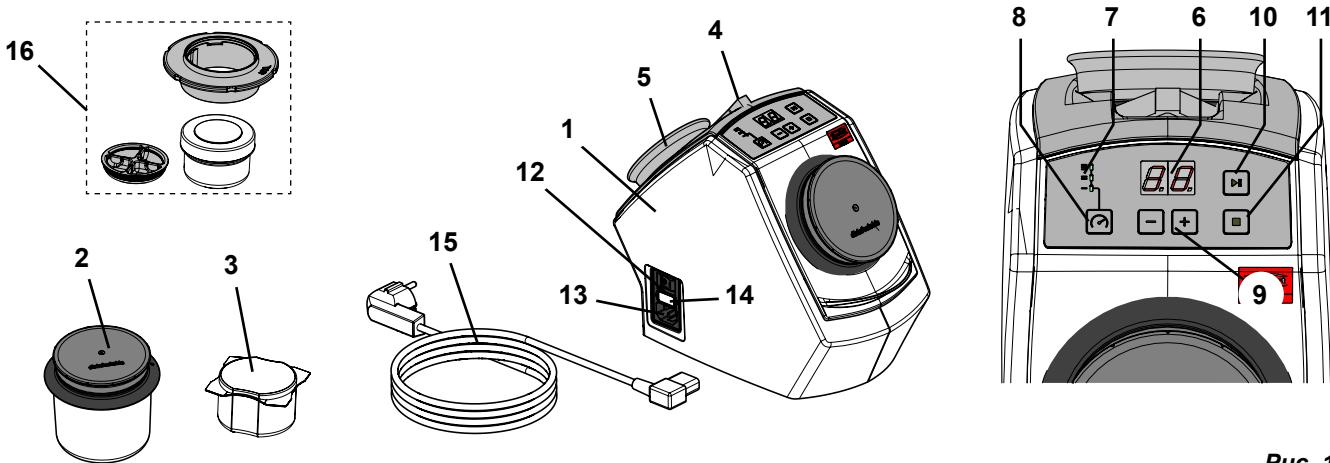

Рис. 1
- Удерживающий магнит (Рис. 1, поз.5) содержит свинец.
- ⇒ Разместите приложенный пинцет и удерживающий магнит в специальных выемках на тыльной стороне аппарата (Рис. 1).
- ⇒ Выберите сетевой кабель (15, Рис. 1) со штепсельной вилкой, соответствующей Вашей стране.
- ⇒ Вставьте сетевой кабель (13, Рис. 1) в гнездо подключения к сети.
- ⇒ Включите аппарат при помощи сетевого выключателя (12, Рис. 1).
- ⇒ Поместите в стакан для очистки (2, Рис. 1) 75 г игл для очистки (соответствует одной единице упаковки).
- ⇒ Поместите в мини-стакан SYMPRO (принадлежности) (16, Рис. 1) ~ 5 г игл для чистки